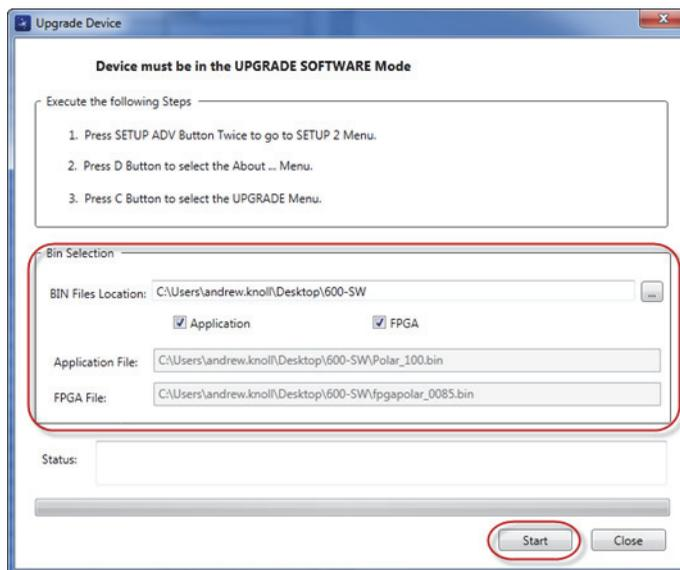

Рис. 6-13 Диалоговое окно Upgrade Device (Обновить устройство)
Откроется диалоговое окно **Upgrade Device** [Обновить устройство] (см. Рис. 6-13 на стр. 325).
7. В диалоговом окне **Upgrade Device** в зоне **Bin Selection** (Выбор буфера) выберите местоположение ПО NORTEC 600, затем выберите **Application** (Приложение) и **FPGA** [Программируемая логическая интегральная схема] (см. Рис. 6-13 на стр. 325).